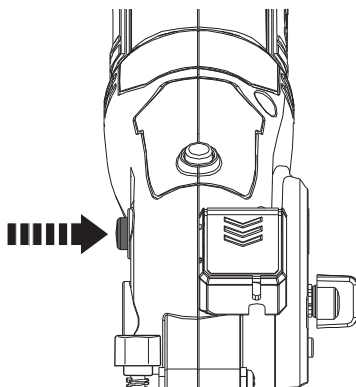

Fig. 1
- > Pressione o botão de bloqueio do veio (17) até ao fundo e mantenha-o nesta posição de forma contínua (Fig. 1).